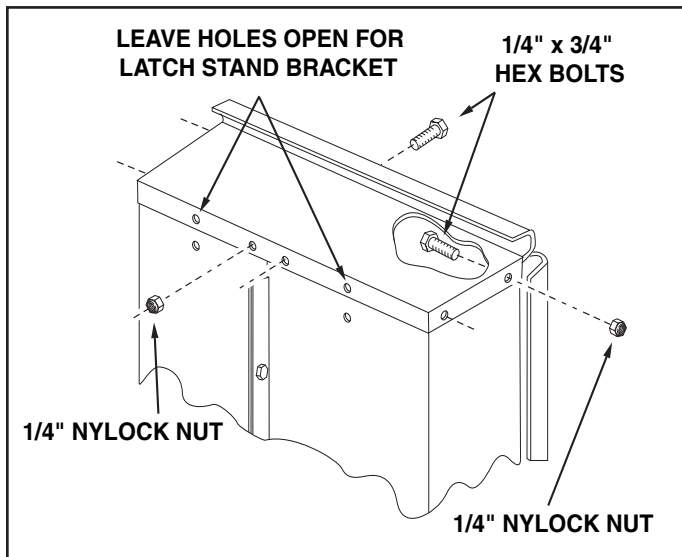

FIGURE 5
9. Assemble the front panel over the end of the cart using six 1/4" x 3/4" hex bolts and 1/4" nylock nuts as shown in figure 5. Leave two holes in the bottom of the panel empty as shown. With the cart body halves pulled together, **tighten** the bolts in the bottom of the front panel, then **tighten** the bolts in the sides. See figure 5.
9. Assemblez le panneau avant sur l'extrémité de la remorque en utilisant six boulons hex. 1/4" x 3/4" et des contre-écrous hex 1/4" comme montré dans la figure 5. Laissez deux trous vides en bas du panneau comme indiqué. Ayant les éléments de moitié de carrosserie liés l'un à l'autre, serrez les boulons en bas du panneau avant, puis serrez les boulons sur les côtés. Voir figure 5. A ce stade, serrez les boulons assemblés lors de l'étape 4, ce qui fixe le bas de la remorque avec celle-ci.